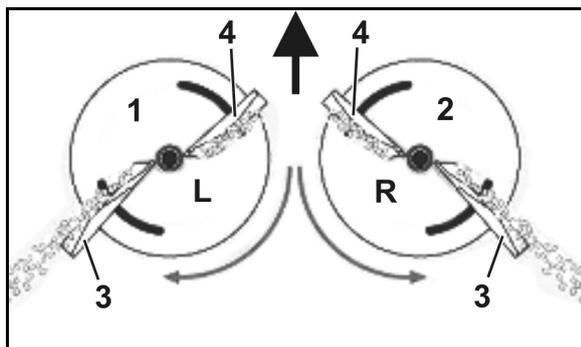

Fig. 18
- disque d'épandage gauche (Fig. 18/1) avec marquage **L**.
- disque d'épandage droit (Fig. 18/2) avec marquage **R**.
- longue (Fig. 18/3) - échelle de réglage, valeurs de 35 à 55.
- courte (Fig. 18/4) - échelle de réglage, valeurs de 5 à 28.